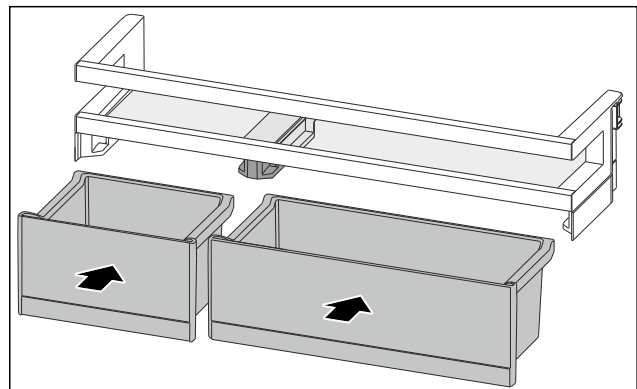

Fig. 86
- VarioBoxen in getauschter Anordnung einsetzen. (siehe Fig. 86)